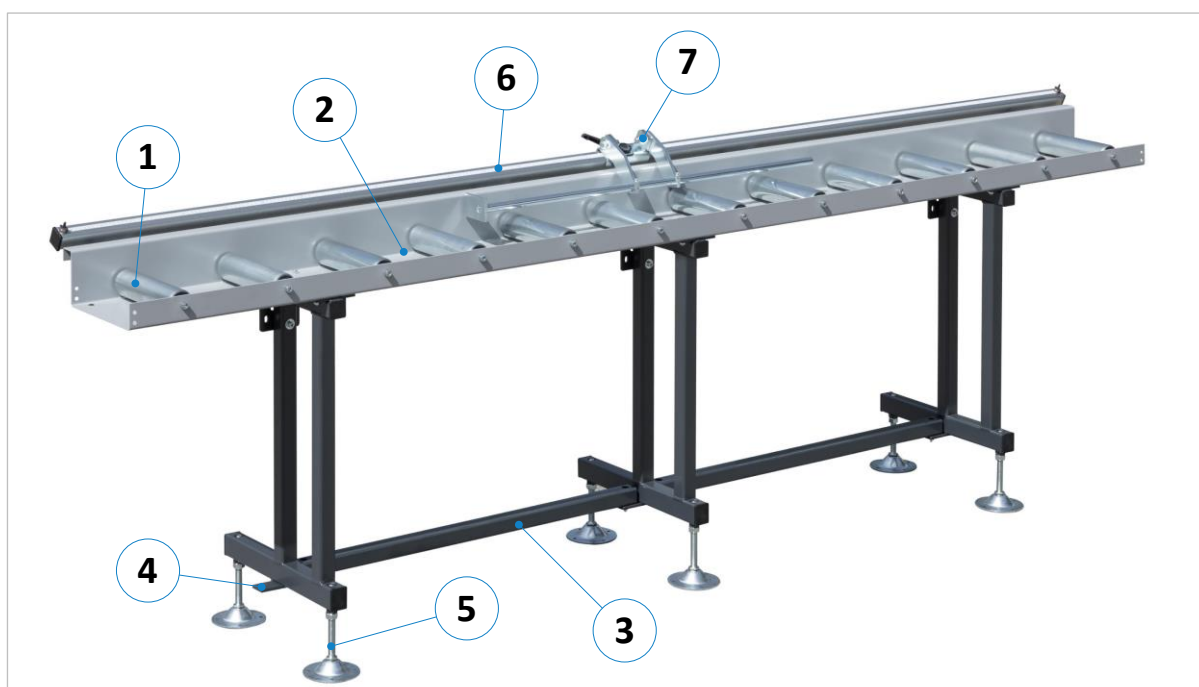

Figure 2 : convoyeur à rouleaux avec système de mesure EXAKT STANDARD B
Les convoyeurs à rouleaux en version EXAKT STANDARD B (voir ⇒ Figure 2) sont basés sur la version de base EXAKT STANDARD C (voir section ⇒ 5.1). Ces convoyeurs à rouleaux se distinguent en outre par le guide profilé en C (6) avec échelle graduée collée et la butée (7) coulissante vers la machine d'usinage avec loupe de lecture.